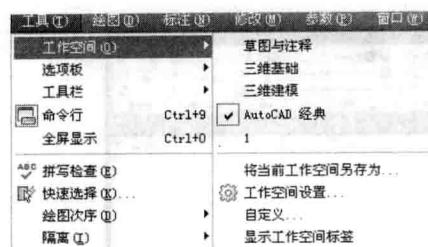

图 1-4 “工具”菜单
- ◆ 单击菜单“工具”→“工作空间”下一级菜单选项，如图 1-4 所示。